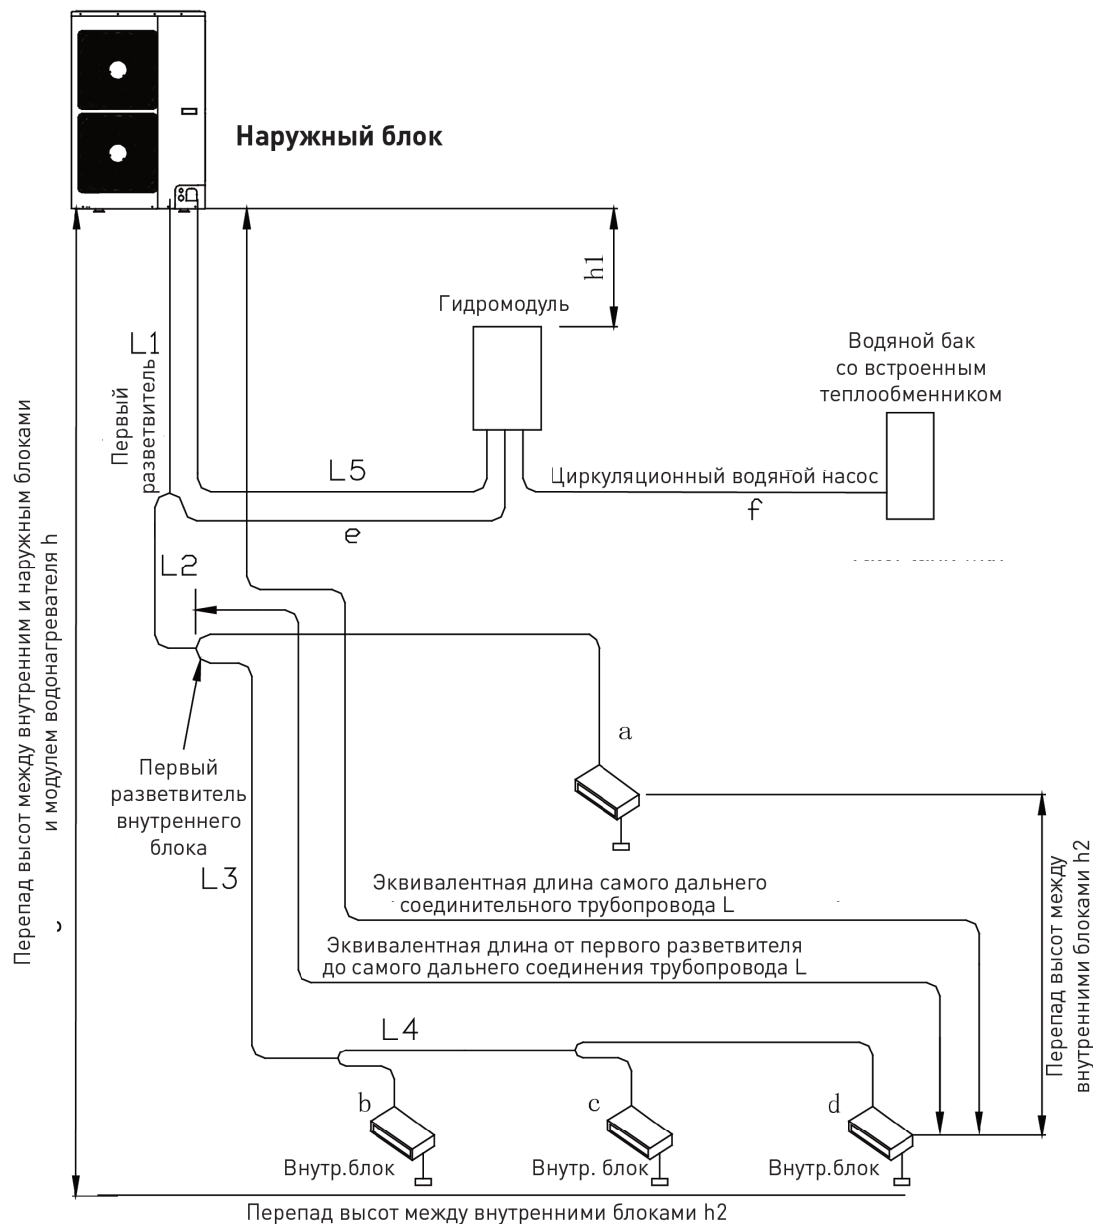

Рис. 4.5
2) Для соединения наружных, внутренних блоков и гидромодуля используется Y-образный трубный разветвитель. Способ соединения показан на Рис. 4.5 ниже: